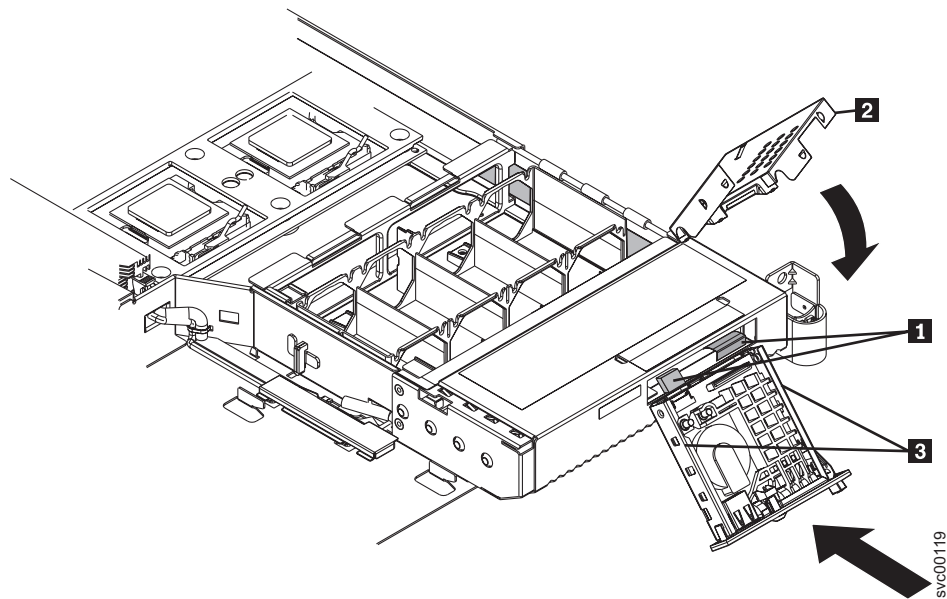

図 68. オペレーター・パネル表示装置の交換
1. アセンブリーの後部に 2 本のケーブル **1** を接続します。図 68 を参照してください。